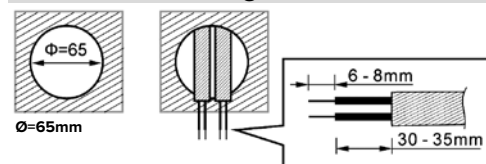

Fig.12
- 3 voer kabels via wartels door de achterzijde van de invoerdoos in (zie Fig.12)